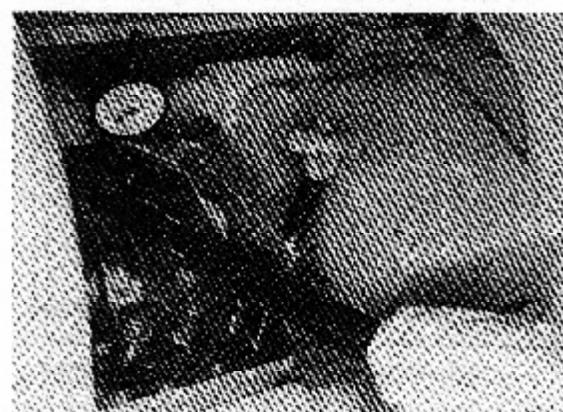

Рис. 2-63 (К21921). Погружение плунжера инжектора на дно чашки.
3. Используя привод коромысла, Рис. 2-63, нажмите коромысло в направлении инжектора, пока плунжер не погрузится в чашку и не начнет выдавливать масляную пленку. Медленно поднимите плунжер, опять опустите на дно, зафиксируйте в этом положении и установите щуп на «0». Щуп должен касаться верхушки плунжера.